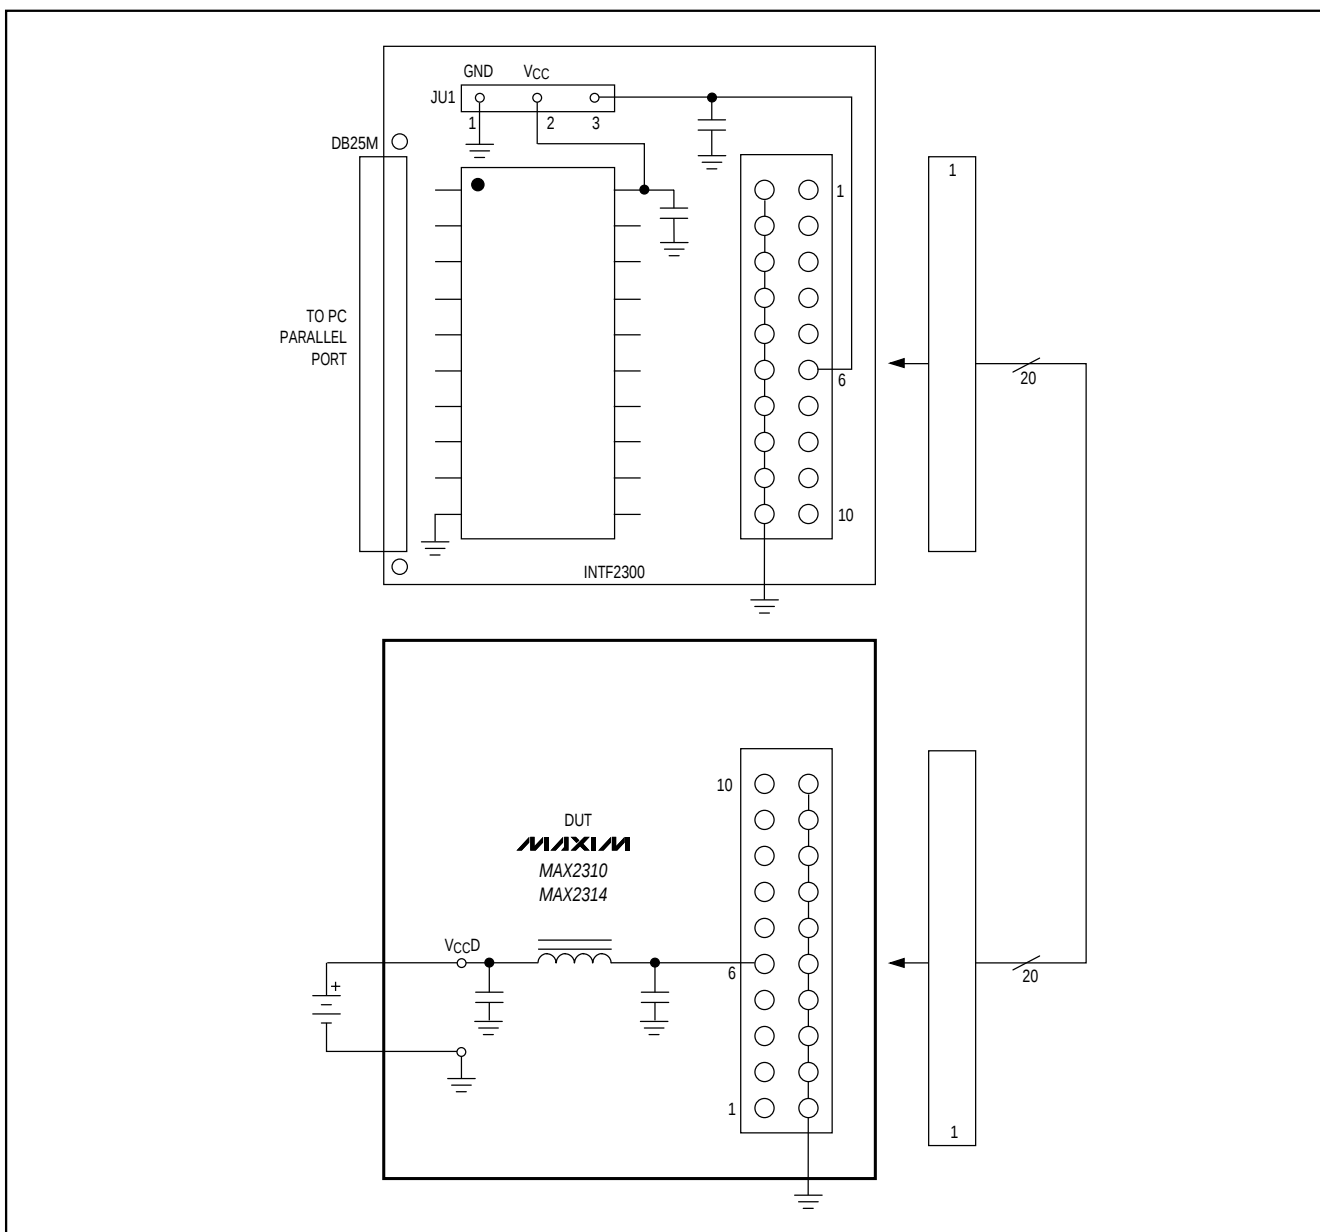

図8. INTF2300インタフェース基板
- 2) 図8に示すように、INTF2300インタフェースケーブルを接続します。(インタフェースケーブルのピン1は赤いワイヤに対応しています。ピン1は各々のプリント基板のシルクスクリーンに表示されています。)
をテスト中のデバイスの V_{CC} にレベル変換します。INTF2300はバッファとEMIフィルタリングも提供します。推奨動作電源電圧範囲は+2.7V ~ +3.6Vです。MAX2310/MAX2314を+3.6V以上で動作させるには、ジャンパJU1を取り外して、外部電源電圧+3.6Vを V_{CC} (ピン2)とGND(ピン1)の間に印加して下さい(図8)。